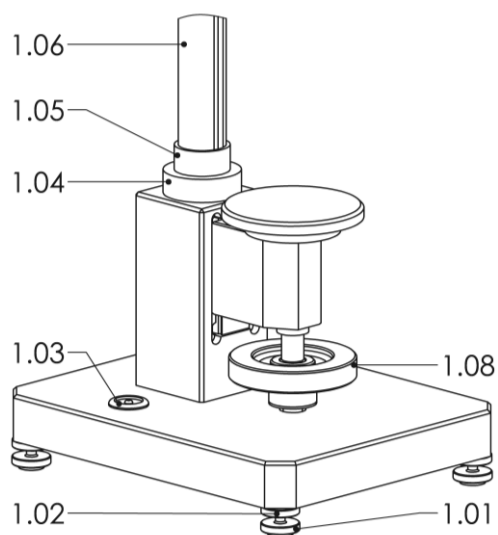
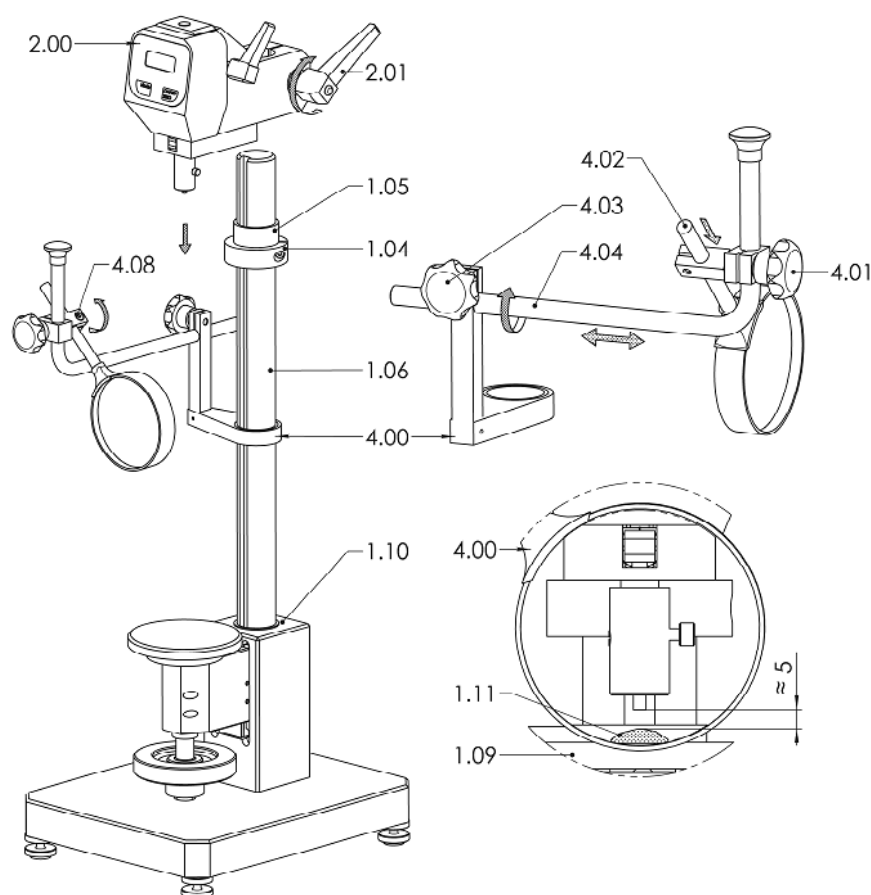

РИС. 1 УСТАНОВКА ИСПЫТАТЕЛЬНОЙ СТОЙКИ
РИС. 4 МОНТАЖ УВЕЛИЧИТЕЛЯ С ДЕРЖАТЕЛЕМ
- Вкрутите ножки (1.01, Рис.1) в резьбовые отверстия в базовой плите
- Отрегулируйте стойку по горизонтали, вращая ножки, когда винты с накаткой (1.02, Рис.1) ослаблены, пока пузырек не будет в кольце уровня (1.03, Рис.1).
- Затяните гайки с накаткой (1.02, Рис.1).
- Насадите зажимное кольцо (1.04, Рис.1) а затем распорную втулку (1.05, Рис.1) на стойку (1.06, Рис.1).
Зажимное кольцо (1.04, Рис.1) служит для защиты от падения измерительного устройства.
Распорная втулка (1.05, Рис.1) используется только для измерительного устройства IRHD M.
- i** Если используется увеличитель с держателем (4.00, Рис.4), следуйте процедуре "Сборка увеличителя с держателем".
- ❗ Ослабьте зажимной рычаг (2.01, Рис.4) измерительного устройства (2.00, Рис.4) и снимите измерительное устройство (2.00, Рис.4) со стойки (1.06, Рис.4).
Затем ослабьте зажимное кольцо (1.04, Рис.1) и снимите его вместе с распорной втулкой (1.05, Рис.1) со стойки (1.06, Рис.4).
- Наденьте увеличитель с держателем в сборке (4.00, Рис.4) на стойку (1.06, Рис.4) так, чтобы он касался цанги стойки (1.10, Рис.4).
- Наденьте зажимное кольцо (1.04, Рис.4) с распорной втулкой (1.05, Рис.4) на стойку (1.06, Рис.4).
- Отрегулируйте увеличитель в соответствии с вашим образцом (1.11, Рис.4) с помощью элементов настройки (4.04 / 4.08, Рис.4).